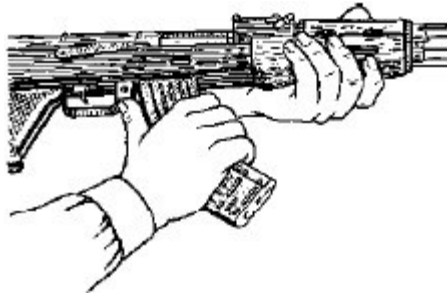

Рис.2. Отделение магазина
1) *Отделить магазин.* Удерживая автомат левой рукой за шейку приклада или цевье, правой рукой обхватить магазин (рис.2), нажимая большим пальцем на защелку, подать нижнюю часть магазина вперед и